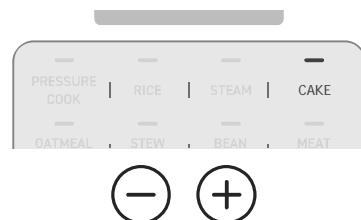

Figura 9.5
5. Seleccione **PASTEL** y pulse los botones – o + para ajustar el tiempo al tiempo de cocción requerido de la receta. **[Figura 9.5]**